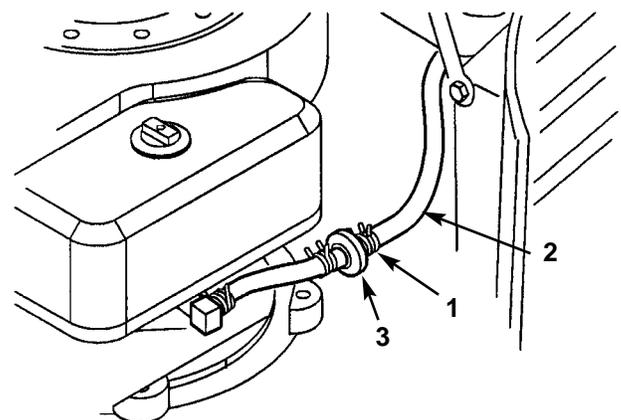

Bild 26
3. Die Enden der Schlauchklemme zusammendrücken und auf die Kraftstoffleitung in Richtung Kraftstofftank aufziehen (Bild 26).
Der Kraftstofffilter (Bild 26) lässt sich am besten bei leerem Tank auswechseln. Nie verschmutzte Kraftstofffilter nach Entfernung von der Leitung montieren.
3. Die Enden der Schlauchschellen zusammendrücken und vom Filter abschieben (Bild 26).